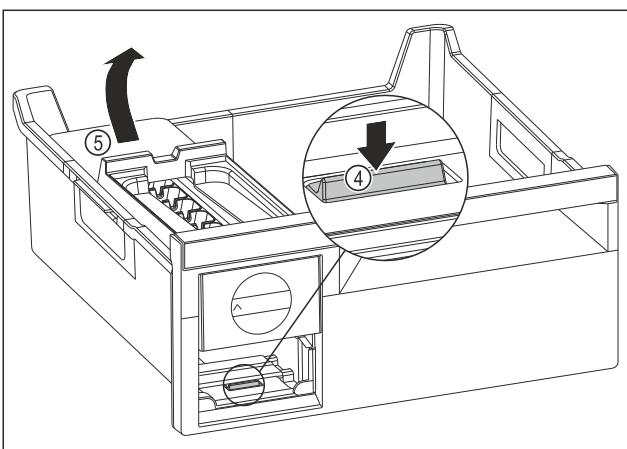

Fig. 141
- EasyTwist-Ice-Körper entnehmen: Lasche Fig. 141 (4) mit Finger nach unten drücken und gleichzeitig mit der anderen Hand den EasyTwist-Ice-Körper Fig. 141 (5) von hinten anheben.